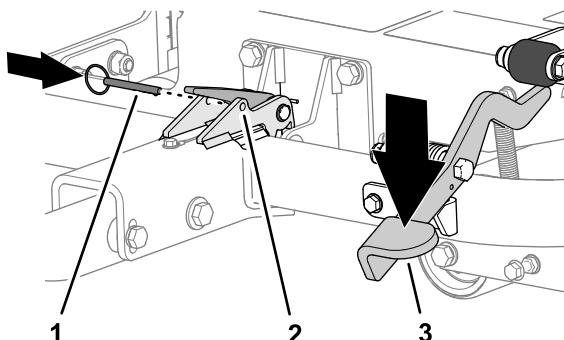

Figura 19
- Premete il pedale dell'attacco in modo che l'attacco si blocchi in posizione (Figura 19).
4. Inserite il perno di bloccaggio attraverso i fori nel dispositivo di fermo (Figura 19).